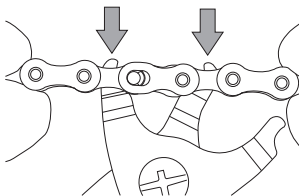

図12
- リンク取外し工具を、C-リンク™ 両隣のインナー・リンクに差し込みます (図12)。